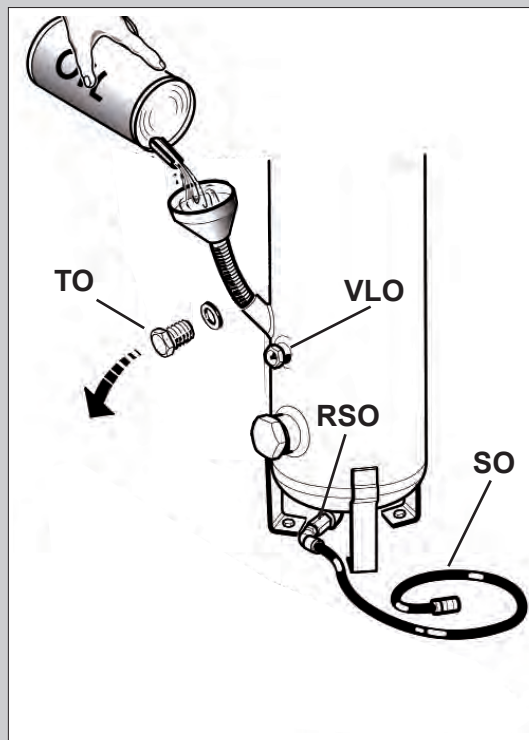

Рис. 23
- Ослабьте крышку маслозаливной горловины **TO**. Постарайтесь не ослабить уплотнение (рис. 23)
- Подсоедините дренажную трубу **SO**, сообщающуюся с клапаном **RSO**, к подходящей емкости, предварительно отвернув предохранительную заглушку (рис.23)